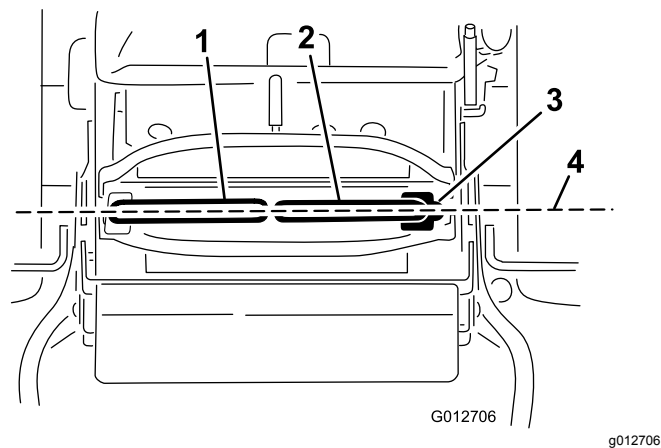

Figura 68
Importante: Compruebe la dirección después de ajustar las palancas de control de movimiento (Figura 68).
1. Una vez ajustada la alineación horizontal, compruebe la alineación adelante-atrás empujando ligeramente hacia adelante las palancas de control de movimiento para eliminar cualquier holgura del acoplamiento de las palancas de control (Figura 68).